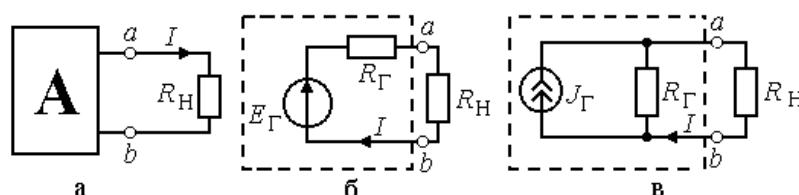

Рис. 2.1
При расчете линейных электрических цепей часто бывает нужно определить ток в какой-нибудь одной ветви. В этом случае по отношению к зажимам этой ветви всю остальную часть цепи можно рассматривать как активный двухполюсник (рис. 2.1, а) и при расчете заменить его эквивалентным генератором (рис. 2.1, б) с ЭДС  $E_\Gamma$  и внутренним сопротивлением  $R_\Gamma$ .
ЭДС эквивалентного генератора равна напряжению между точками присоединения нагрузки  $ab$  при ее отключении. Сопротивление эквивалентного генератора равно сопротивлению между теми же точками при равенстве нулю внутренних ЭДС и задающих токов источников двухполюсника. Возможна и схема эквивалентного генератора с источником тока (рис. 2.1, в), задающий ток которого равен току
Для определения тока нагрузки применяются либо формула Тевенена–Гельмгольца (рис. 2.1, б)
либо формула Нортона–Поливанова (рис. 2.1, в)
2. Изобразите одноконтурную схему эквивалентного генератора (рис. 2.1, б) и с ее помощью докажите справедливость формул определения параметров генератора по методу двух нагрузок, используя второй закон Кирхгофа.